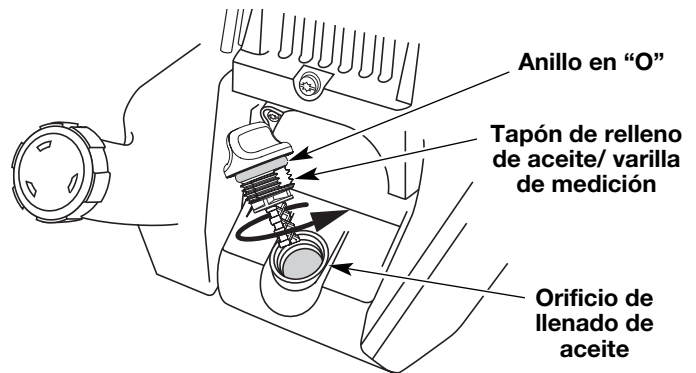

Fig. 7
3. Saque el tapón de aceite/ varilla de medición del cigüeñal (Fig. 7).